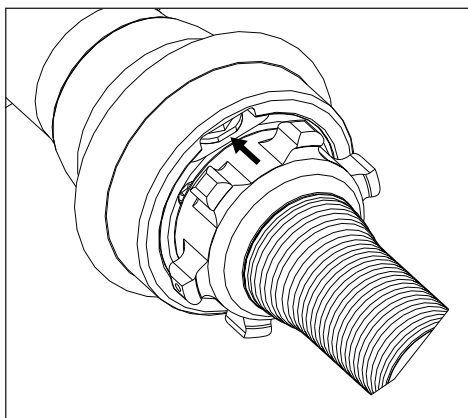

Figura 5, Posición neutra
- Para detener el movimiento de las cuchillas, suelte la perilla en cualquier momento. La perilla volverá automáticamente a la posición neutra. Ver la Figura 5.